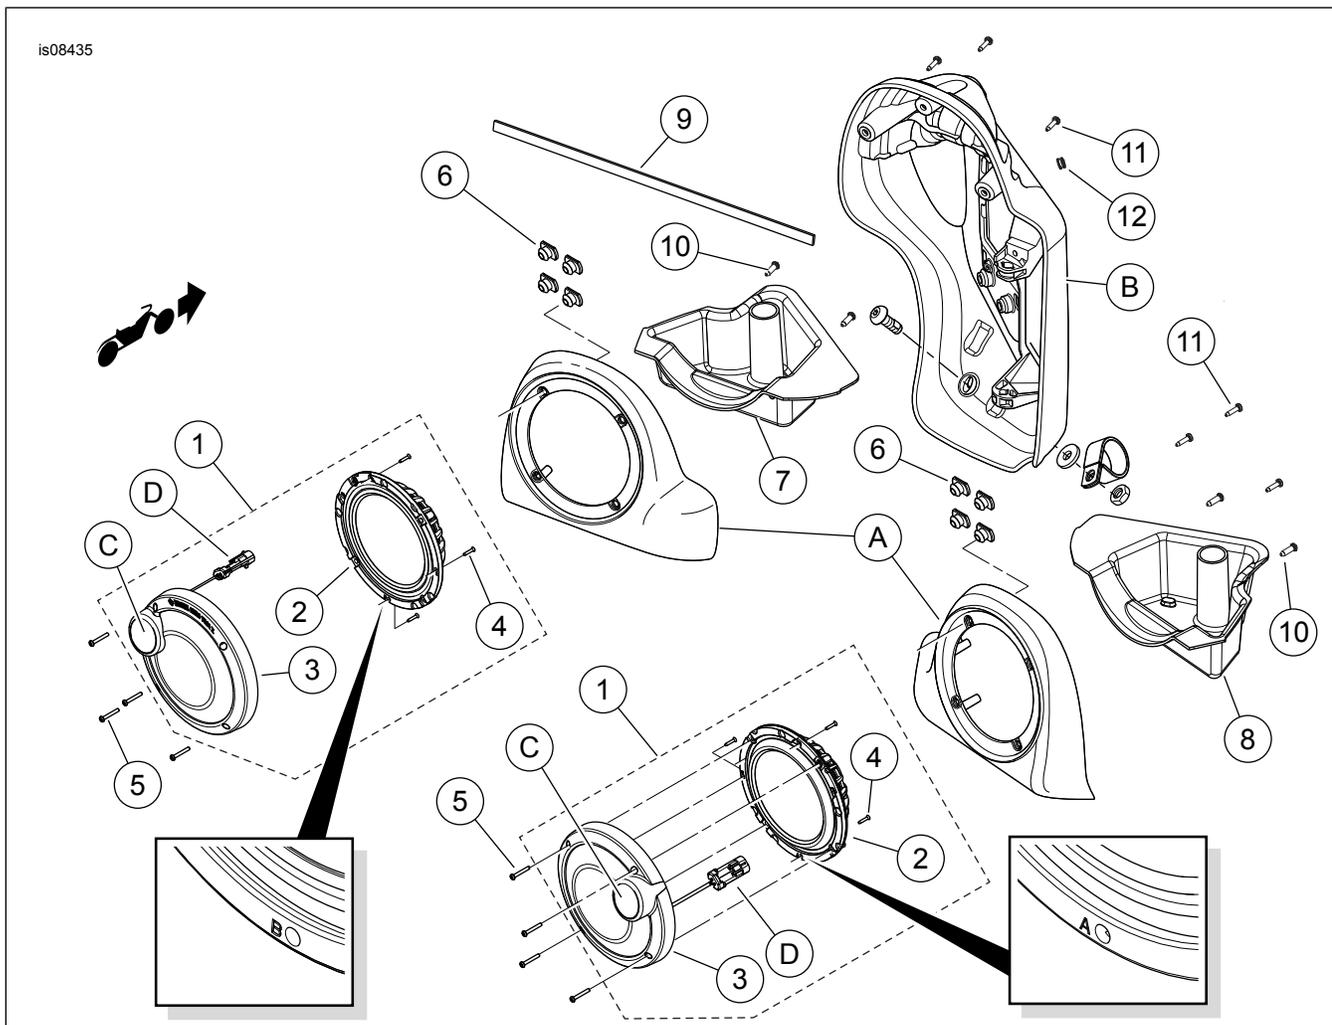

Figura 12. Parti di ricambio: Kit altoparlanti nella carenatura inferiore Boom! Audio Stage II
Per facilitare l'assemblaggio, installare per prime le viti (vedere Figura 12, elemento 10) nella sede senza il vassoio. Rimuovere le viti.
15. Vedere Figura 12. Separare l'occhiello spaccato (12). Installare l'occhiello intorno alla diramazione del cablaggio. Installare nel foro eseguito con il trapano nella carenatura.
19. Vedere Figura 12. Collegare i connettori dei fili dell'altoparlante all'interno della sede ai terminali a forcella sul retro del nuovo woofer. I contatti a forcella hanno misure differenti per evitare un montaggio errato.
20. Collegare il connettore audio a due vie dell'amplificatore del cablaggio dell'amplificatore al connettore (D) del midrange e del tweeter.
21. Ruotare il gruppo dell'altoparlante (1) in modo che il tweeter (C) si trovi a 45 gradi verso l'occhiello esterno rispetto alla sommità.
22. Installare il gruppo dell'altoparlante sulla sede dell'altoparlante con le quattro viti (5) prelevate dal kit.